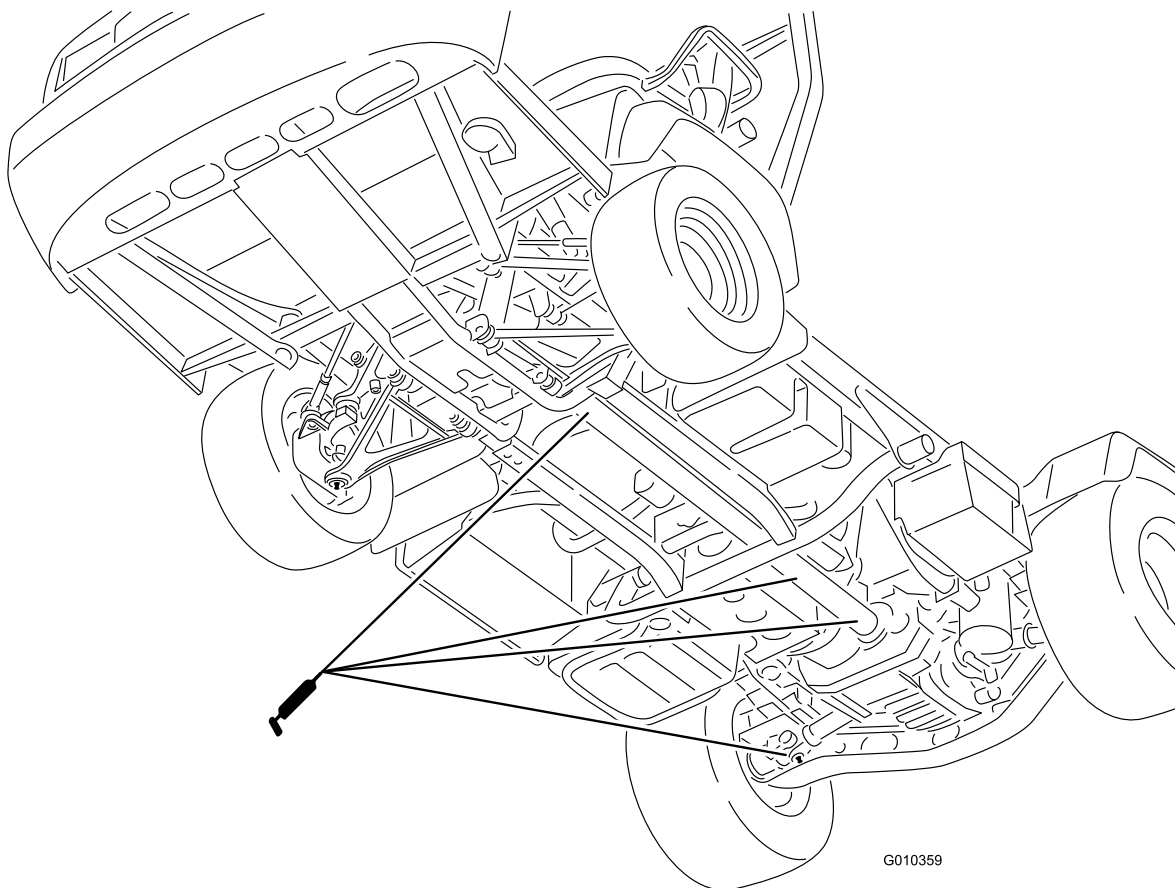

図 39
- ・ Uジョイント（18）、4輪駆動シャフト（3）（図 39）